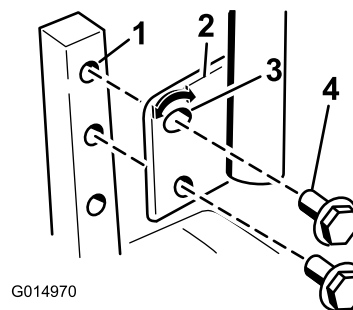

Figura 23
1. Retire los 2 pernos que fijan la palanca de control al brazo de la palanca (Figura 23).
2. Mueva la palanca al juego de taladros siguiente. Fije la palanca con los 2 pernos (Figura 23).
2. Afloje el perno inferior lo suficiente para poder desplazar hacia adelante o hacia atrás la palanca de control (Figura 23). Apriete ambos pernos para fijar el control en la posición nueva.